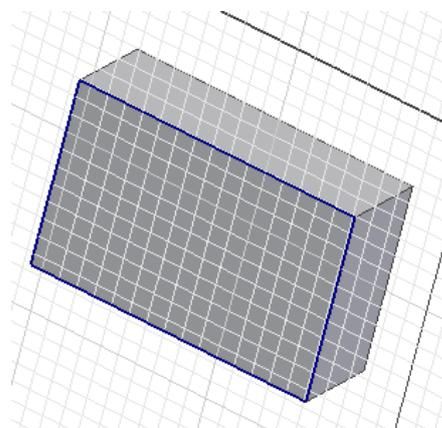

Figura 20. Cara seleccionada.
- Posteriormente se seleccionará la cara o plano de la pieza para crear el boceto, quedando como lo muestra la figura 20.